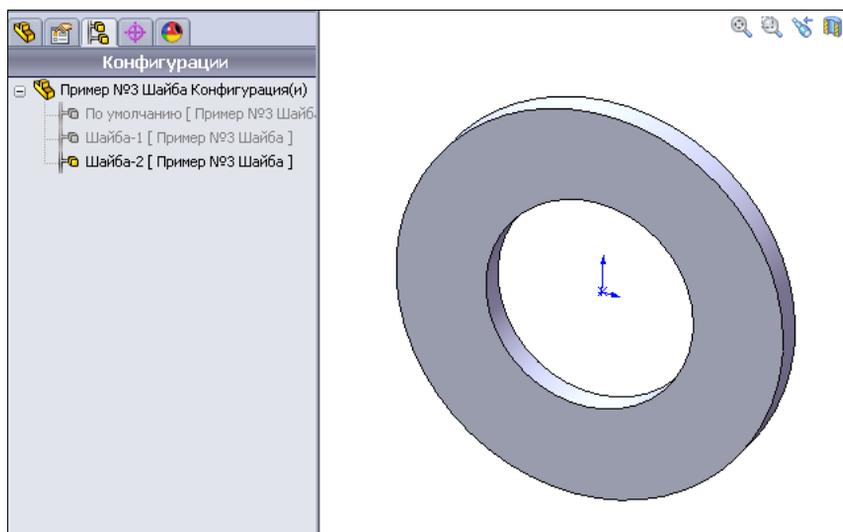

Рис. 3.43
- Нажмем кнопку для того, чтобы закончить создание новой конфигурации без фасок (рис. 3.43).